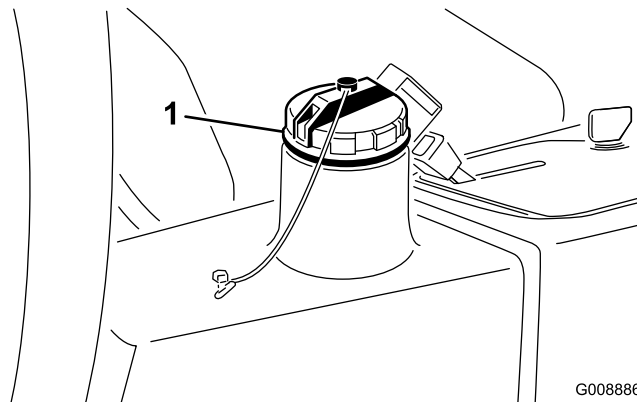

Figura 71
4. Encha o reservatório (Figura 71) com aproximadamente 13,2 l de fluido hidráulico; consulte a secção Verificação do sistema hidráulico.